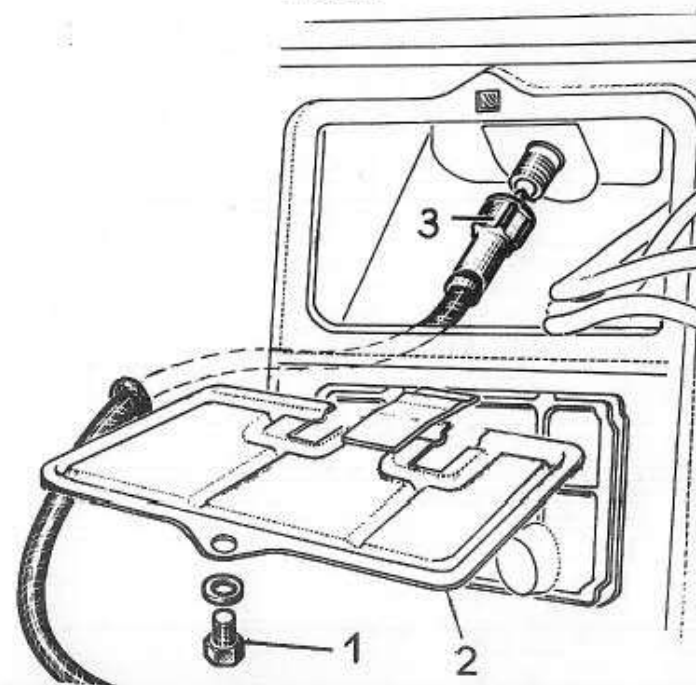

Fig. 23
715 - REMPLACEMENT d'un TABLEAU COMPLET (Fig. 23 et 24) (COMPTEUR JAEGER et O.S.)
Poser la plaque (2 - Fig. 23) avec la vis et la rondelle (1).